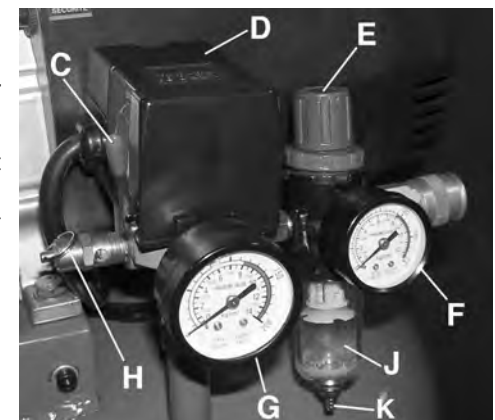

FIGURE 5
INTERRUPTEUR ON/AUTO-OFF (C) FIG. 5: Mettez cet interrupteur à ON pour alimenter le manostat automatique et à OFF pour mettre hors tension à la fin de chaque utilisation.
MANOSTAT (D) FIG. 5: Le manostat met automatiquement le moteur en marche lorsque la pression de réservoir chute sous la pression d' "enclenchement" établi en usine. Il arrête le moteur lorsque la pression du réservoir d'air atteint la pression de "déclenchement" établi en usine.
RÉGULATEUR (E) FIG. 5: La pression d'air provenant du réservoir d'air est contrôlée par le régulateur. Soulevez le bouton du régulateur pour le déverrouiller et ensuite tournez-le dans le sens horaire pour augmenter la pression ou en sens anti-horaire pour diminuer la pression. Poussez sur le bouton du régulateur pour le verrouiller en place. Pour éviter un nouveau réglage mineur après avoir modifié le réglage de pression, approchez toujours la pression désirée depuis une pression plus basse. En réduisant d'un réglage plus élevé à un réglage plus bas, réduisez d'abord à une pression inférieure à celle désirée, puis amenez à la pression désirée. Suivant les besoins en air de chaque accessoire particulier, il peut être nécessaire de régler la pression d'air contrôlée par sortie pendant l'utilisation de l'accessoire.
MANOMÈTRE POUR PRESSION DE SORTIE (F) FIG. 5: Le manomètre pour pression de sortie indique la pression d'air disponible sur le côté sortie du régulateur. Cette pression est contrôlée par le régulateur et est toujours inférieure ou égale à la pression du réservoir.
MANOMÈTRE POUR PRESSION DE RÉSERVOIR (G) FIG. 5: Le manomètre pour pression du réservoir indique la pression d'air de réserve dans le réservoir.
SOUPAPE DE SÛRETÉ (H) FIG. 5: Si le manostat ne met pas le compresseur à air à l'arrêt à son réglage de pression de déclenchement, la soupape de sûreté vous protégera contre la haute pression en "sortant" à sa pression réglée en usine (légèrement plus élevée que le réglage de déclenchement du manostat).
FILTRE À L'EAU (J) FIG. 5. Le filtre à l'eau vous permet d'écouler de l'eau périodiquement lorsqu'il y a une accumulation de condensation. Tirez la soupape d'écoulement (K) Fig.5 vers le bas pour retirer l'accumulation d'eau. **Avertissement!** Ne tirez pas la soupape d'écoulement lorsque le réservoir est sous pression, sinon risque de projectile!
9. Tirez l'anneau de la soupape de sûreté (H) Fig. 5, en laissant l'air se vider du réservoir jusqu'à ce que la pression du réservoir soit environ 20lb/po². Relâchez l'anneau de la soupape de sûreté.
REMARQUE: Si la soupape de vidange est colmatée, tirez l'anneau de la soupape de sûreté (H) Fig. 5, et tenez jusqu'à ce que toute la pression d'air ait été relâchée. La soupape peut alors être retirée, nettoyée et remise en place.
4. Tirez l'anneau de la soupape de sûreté (H) Fig. 5, en laissant l'air se vider du réservoir jusqu'à ce que la pression du réservoir soit environ 20lb/po². Relâchez l'anneau de la soupape de sûreté.
REMARQUE: Si la soupape de vidange est colmatée, tirez l'anneau de la soupape de sûreté (H) Fig. 5, et tenez-la jusqu'à ce que toute la pression d'air ait été relâchée. La soupape peut alors être retirée, nettoyée et remise en place.